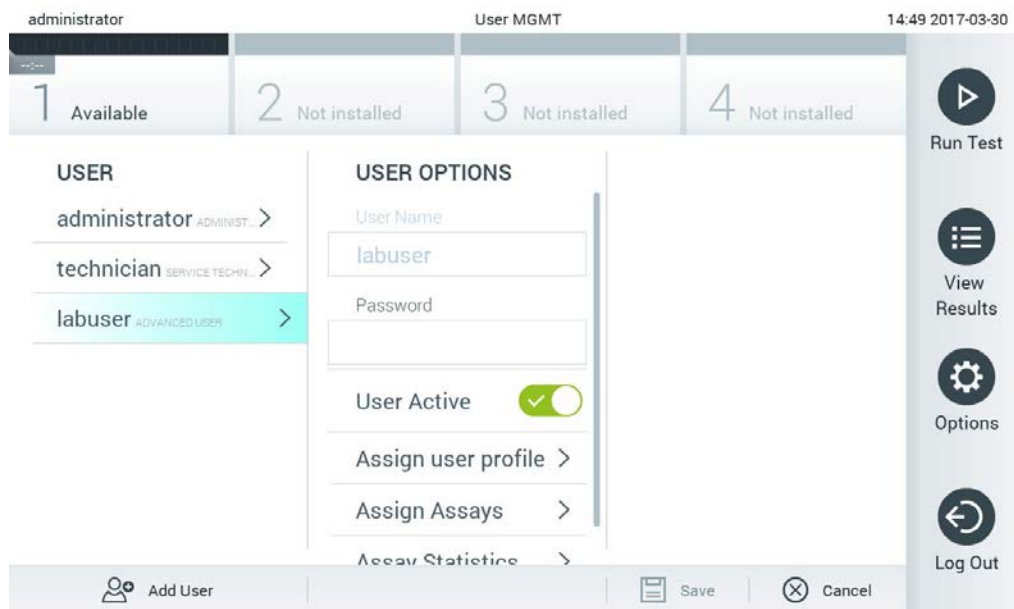

Figura 53. Selectarea și gestionarea utilizatorilor.
2. Selectați utilizatorul pe care doriți să îl gestionați din lista din coloana stângă a zonei de conținut (Figura 53).